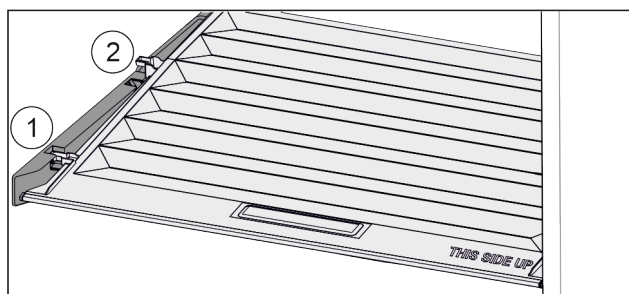

Fig. 114
- ▶ Pokrov povlecite naprej Fig. 114 (1) do odprtine v držalnih delih.
- ▶ Zadaj ga od spodaj dvignite in odstranite Fig. 114 (2) navzgor.